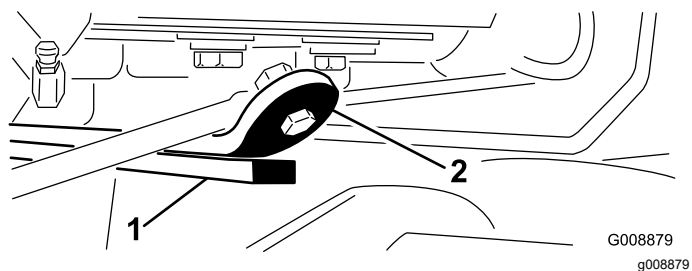

Figure 14
3. Mettez le moteur en marche, relevez les plateaux de coupe et vérifiez que l'écartement entre le segment d'usure sur le dessus de la barre d'usure du plateau arrière et la bride de butée est compris entre 0,51 et 2,54 mm (Figure 14).